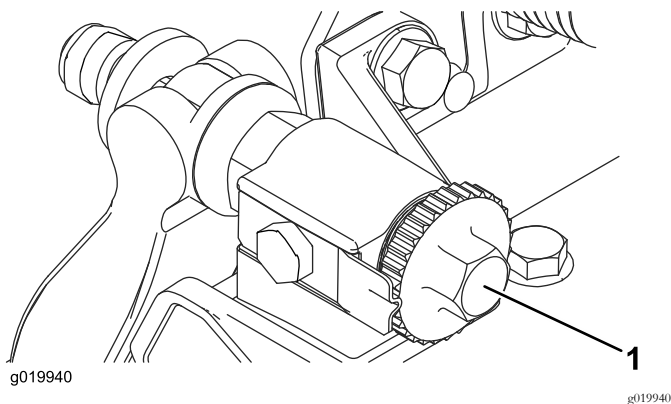

图8
- 将滚刀组放在平整、水平的工作表面上。逆时针旋转底刀架调节螺丝确保底刀架不与滚刀接触图8。